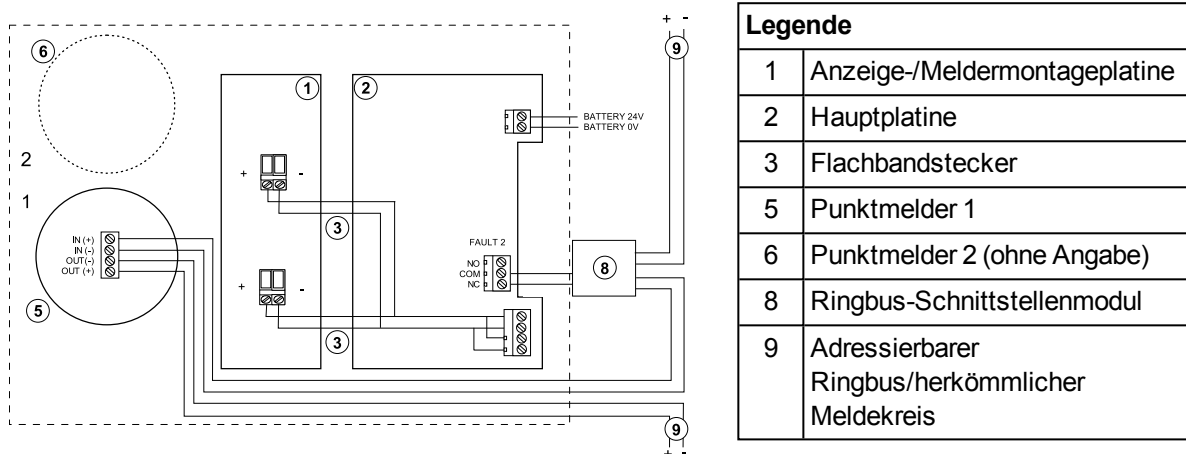

Abbildung 2-7: Schaltdiagramm für ein IAS-1 System mit einem direkten verdrahteten adressierendem Melder
2. Um die korrekte Funktion des Kurzschluss zu gewährleisten, sollten Punktrauchmelder oder Befestigungen mit Kurzschluss nach EN 54-17 zugelassen sein. Sie sollten direkt an den Loop wie in Abschnitt 2.3.6, Abbildung 2-7, angeschlossen werden.